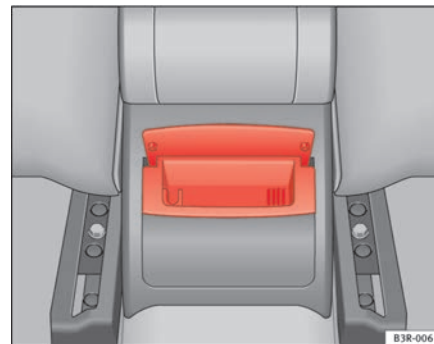

Fig. 134 Posacenere posteriore
- Afferrare il posacenere dal coperchio aperto ed estrarlo tirandolo verso l'alto (⇒ pag. 159, fig. 134).